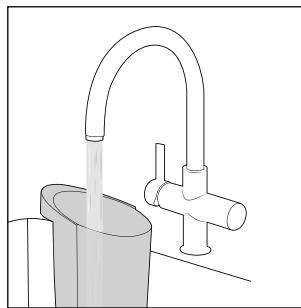

Afb. 21
- ◆ Trek het deksel van het vuilwaterreservoir **9** omhoog uit het vuilwaterreservoir **2** (zie afb. 21).